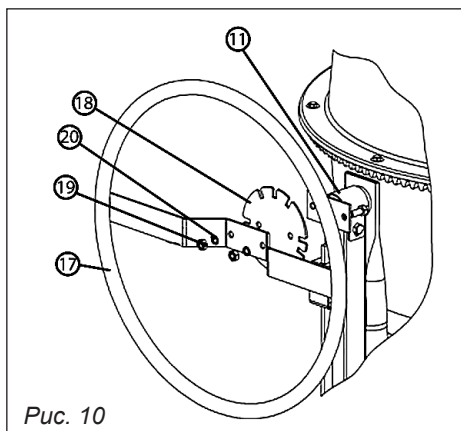

Рис. 10
6.5. Установка штурвала (рис. 10)